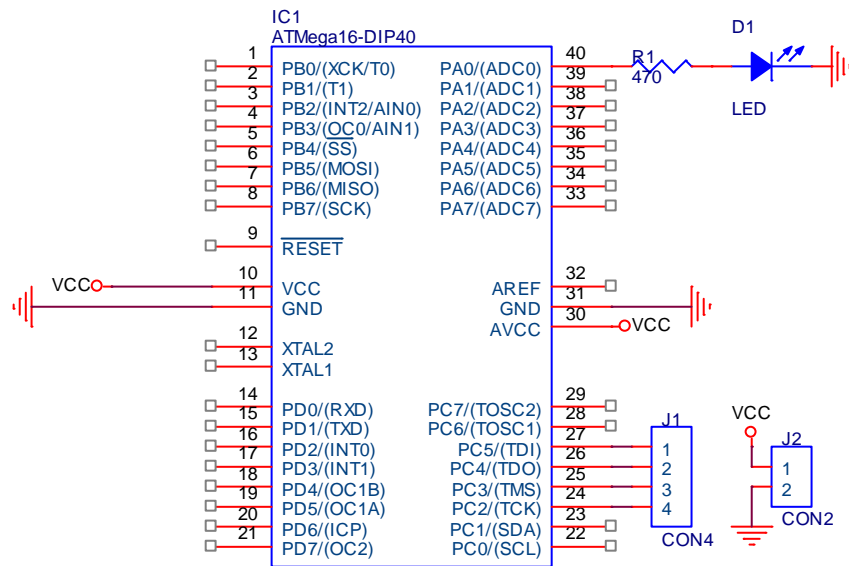

figura 5
Modul de conectare al microcontrolerului ATmega16A este prezentat în figura 5:
5. Decuplați conectori JTAG ICE (CON4 și CON2 din figura 5 și figura 6).